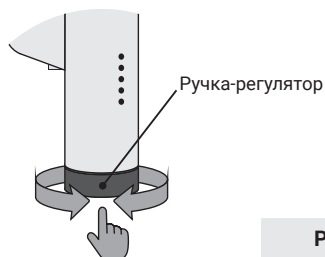

Рис.16
5.1. При нажатии на поворотный элемент (ручку-регулятор) происходит последовательное переключение между режимами (Таймер | Экстра сушка | Температура). Вращение ручки-регулятора позволяет задавать необходимые параметры температуры или времени в выбранном режиме (рис. 16).
5.3. Поворот ручки регулятора (рис. 16) по часовой стрелке включает изделие в режиме нагрева с регулировкой температуры: